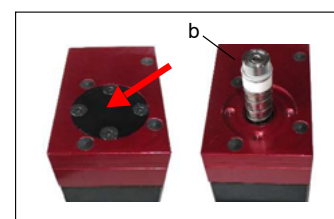

FIG. 16
- Dévisser les vis du capuchon rond sur la partie supérieure de la machine à tarauder et le retirer (FIG. 16) ;